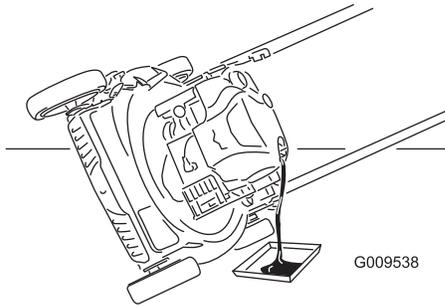

Figura 25
3. Ponga la máquina de lado con el filtro de aire hacia arriba para drenar el aceite usado a través del tubo de llenado de aceite (Figura 25).